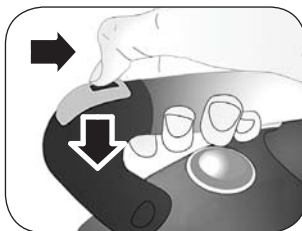

Fig. 6
- 1 Den Dampfregler (K) auf MAX stellen.
- 2 Die Bügeltemperatur am Bügeleisen-Temperaturregler (F) über das Symbol (●●●) stellen.
- 3 Abwarten, bis sich die Kontrolllampe (C) des Bügeleisens ausgeschaltet hat.
- 4 Abwarten, dass sich die Kontrolllampe Dampfbereitschaft (M) einschaltet.
- 5 Den Dampfknopf drücken (D). Den Schiebeschalter (E) gegen den Griff (Abb. 6) schieben. Der Regler für Dauerdampf (E) blockiert die Taste und sorgt damit für die Abgabe eines kontinuierlichen und konstanten Dampfstrahls.